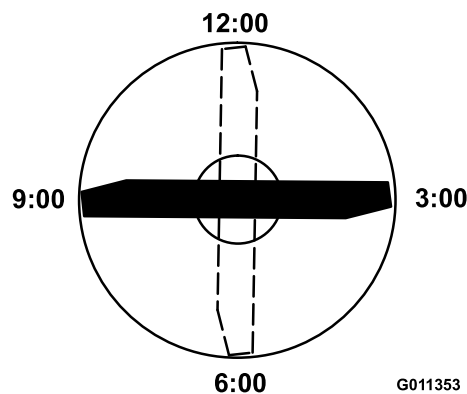

Figure 89
4. Positionnez le tranchant de l'extrémité repérée à la position 12 heures (droit devant dans la direction de la tonte) (Figure 89) et mesurez la hauteur de la surface plane au tranchant de la lame.
5. Tournez l'extrémité repérée de la lame aux positions 3 et 9 heures (Figure 89) et mesurez les hauteurs respectives.